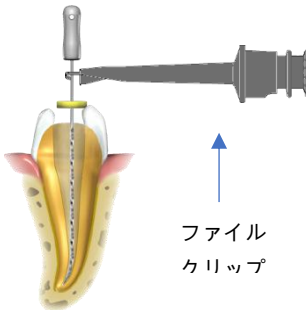
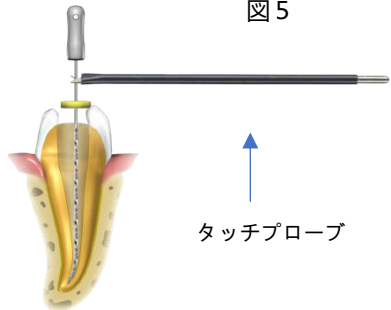

図 6
図 7
3. ファイルをゆっくりと根管に挿入し、ファイルクリップをファイルの金属製シャフトに接続します（図 6 を参照）。または、タッチプローブを使用し、歯内治療用ファイルと電氣的に接触させます（図 7 を参照）。